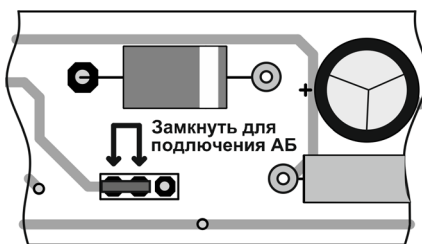

Рисунок 3.
- 2.4 Указатель **УА-2-220-А** снабжен «джампером» для отключения аккумулятора «АБ» на время транспортировки (рисунок 3). Схемотехнически, предусмотрена защита аккумулятора от глубокого разряда и перезаряда.
6.6 Подключить аккумулятор «джампером» «АБ» (для указателя **УА-2-220-А**), установив его в положение, указанное маркировкой на плате (рисунок 3).